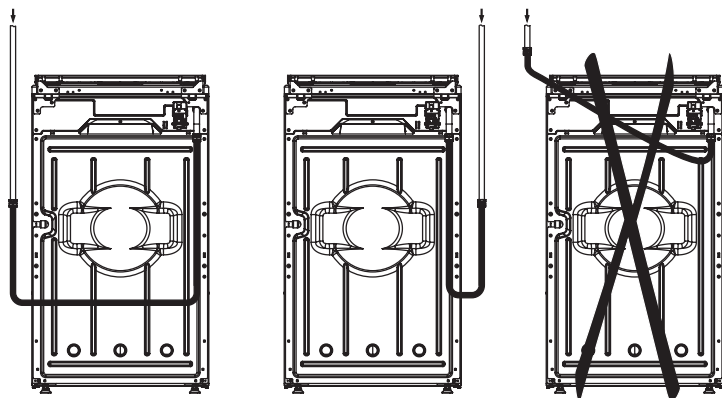

рис. 4
- гибкий соединительный рукав не должен проходить в зоне горячего воздуха дымохода и касаться задней стенки плиты (рис. 4);
**Помните!** После установки плиты на шнур обязательно проверьте положение гибкого шланга подвода газа и шнура питания (рис. 4). Они не должны проходить над дымоходом и касаться задней стенки плиты. Во время работы духовки там возникает высокая температура, которая может их повредить.